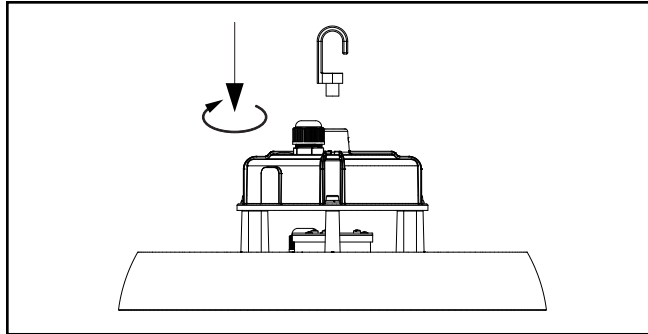

Figura 1
1. Instale el gancho. (Figura 1).